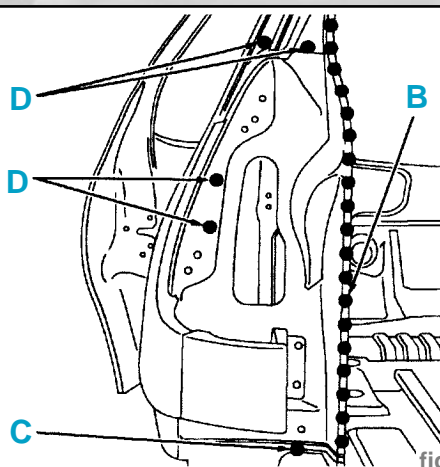

fig. CAR. 264
- Souder par points électriques (suivant B) (fig. CAR. 264).